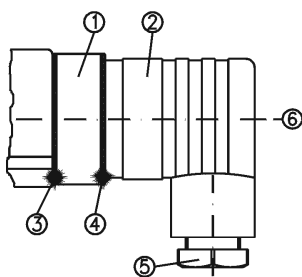

Abb. 1
- Lösen Sie die Zentralschraube (Pos. 6) M3x35 und ziehen Sie die Leitungsdose EN 175301-803-A (Pos. 2) vom Gerätestecker (Pos. 1) ab (Abb. 1).